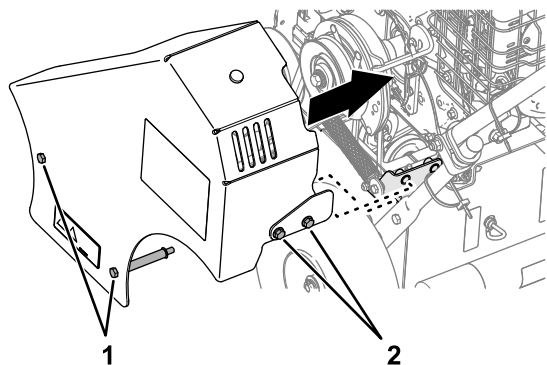

Figura 25
1. Alinee el protector de la correa, los tornillos y los pernos con arandela prensada con los taladros en la placa lateral del bastidor y el soporte del muelle (Figura 25).
2. Monte el protector de la correa a la máquina con los 2 tornillos y los 2 pernos con arandela prensada (Figura 25).